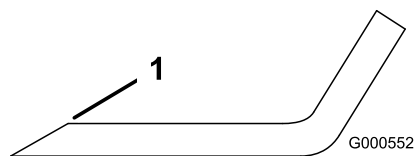

Figura 57
1. Affilate i taglienti da entrambe le estremità della lama con una lima (Figura 57).
Nota: Se la lama non è bilanciata, limate del metallo soltanto dalla costa (Figura 57).